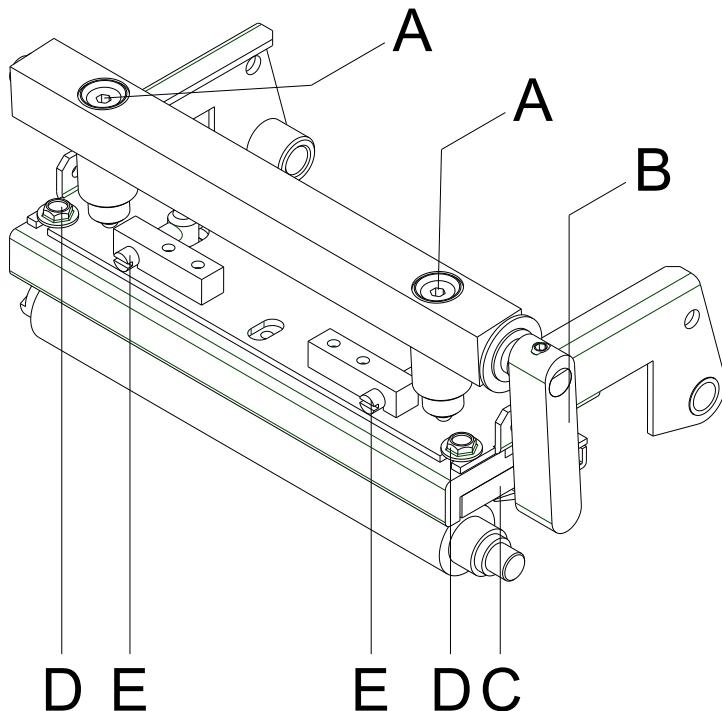

Figure 20
1. Desserrer la vis (D, Figure 20) avec une clé mâle à six pans 5 mm environ $\frac{1}{4}$ tours.
2. Régler le parallélisme avec les vis (E, Figure 20).
4. Serrer encore les vis (D, Figure 20).
1. Tourner les vis (A, Figure 20) pour modifier la pression de la tête d'impression.
2. Tourner les vis (A, Figure 20) en sens des aiguilles d'une montre pour une augmentation de la pression.
3. Tourner les vis (A, Figure 20) en sens inverse des aiguilles d'une montre pour une réduction de la pression.